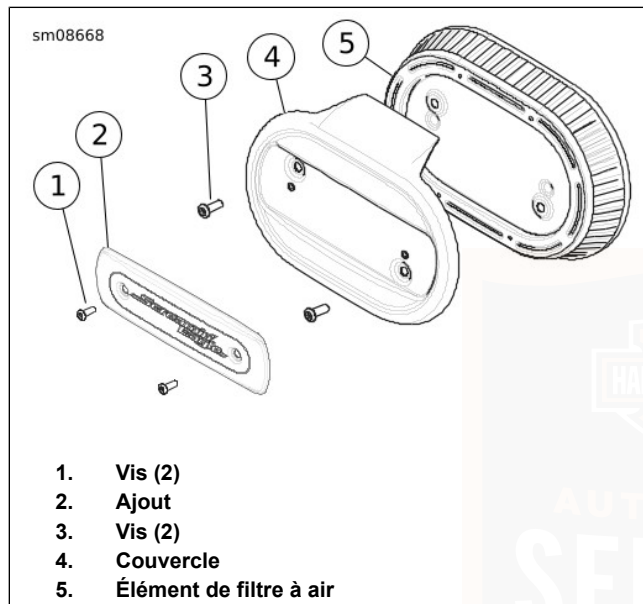

Figure 68. Élément de filtre à air
Voir Figure 68. L'élément de filtre étant exposé, de l'eau peut pénétrer dans le moteur par temps humide ou pluvieux. En stationnement, l'eau peut provoquer des dommages internes ou la corrosion du moteur. En fonctionnement l'eau peut entraîner des ratés du moteur.
1. Voir Figure 68. Déposer deux vis (1). Retirer la pièce de garniture (2).
2. Déposer les vis (3).
3. Retirer le couvercle de filtre à air (4) et l'ajout de filtre à air (5).
1. Voir Figure 68. Enduire les vis (3) de LOCTITE 243 MEDIUM STRENGTH THREADLOCKER AND SEALANT (FREIN FILET ET PRODUIT D'ÉTANCHÉITÉ D'INTENSITÉ MOYENNE LOCTITE 243) (bleu).
2. Poser l'élément de filtre à air (5) et le couvercle (4) avec les vis (3).